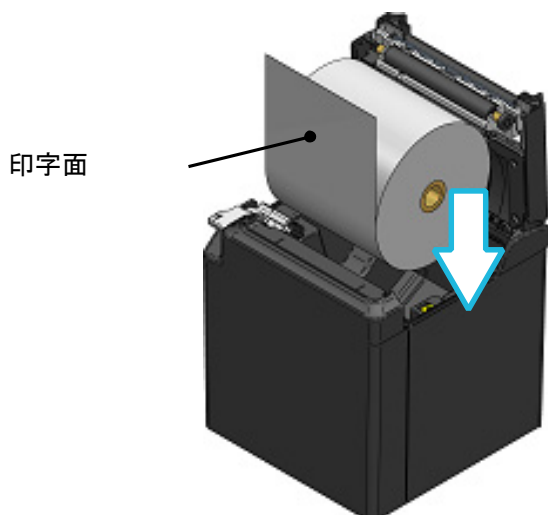

図 8-3 感熱紙セット方向（上排出）
② 感熱紙の糊付け部を剥がしてください。
③ 感熱紙の方向を図 8-3、図 8-4のようにして、ペーパーホルダに静かに投入してください。